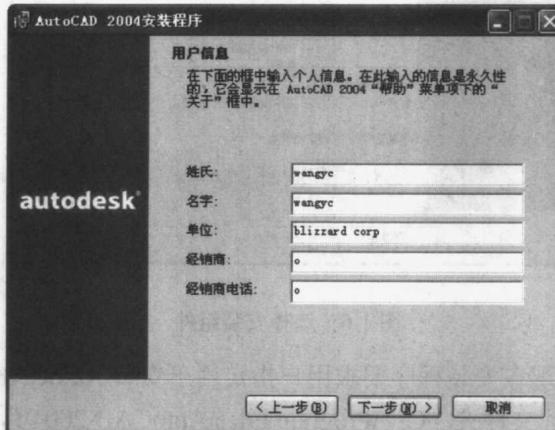

图 1-4 输入用户信息
7. 屏幕出现如图 1-4 所示的对话框，要求输入用户的姓名、单位以及经销商的名称和电话。用户信息输入后，单击“下一步”按钮进入下一步骤。